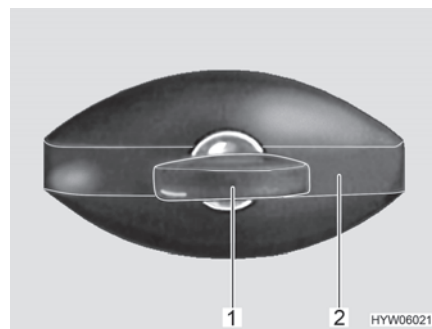

Bild 35 Klappenschloss (ellipsenförmig, verschlossen)
- Schlüssel in Schließzylinder (Bild 35,1) stecken und eine viertel Umdrehung entgegen dem Uhrzeigersinn drehen. Schlossgriff (Bild 35,2) schnappt heraus.